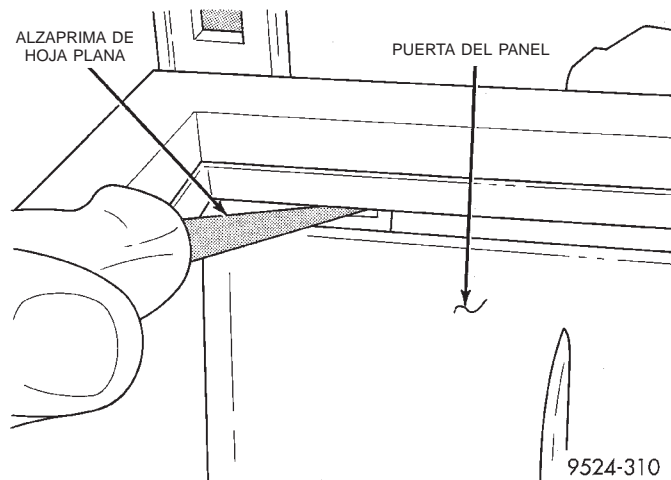
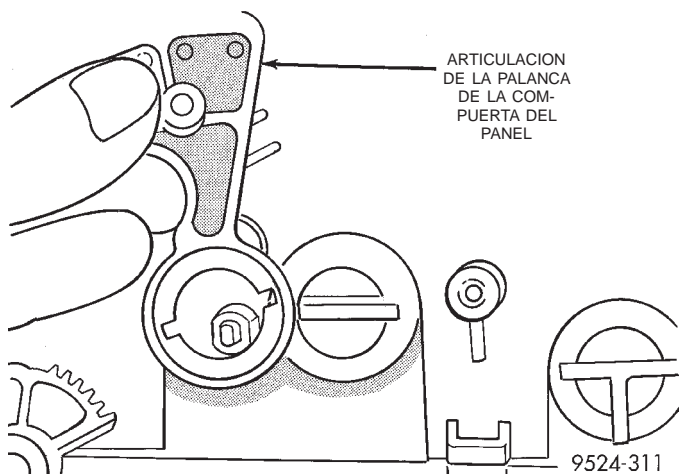

Fig. 103 Desenganche la rueda de la compuerta del panel
Fig. 104 Articulación de la palanca de la compuerta del panel
(31) Desde el acceso de la compuerta del panel, con un destornillador largo y delgado, empuje hacia adentro la cola de retorno en la rueda de la compuerta del panel (Fig. 103).
(32) Retire la rueda de la compuerta del panel de la caja.
(33) Alinee las muescas de la articulación de la palanca de la compuerta del panel. Retire de la caja la articulación de la palanca de la compuerta del panel (Fig. 104).